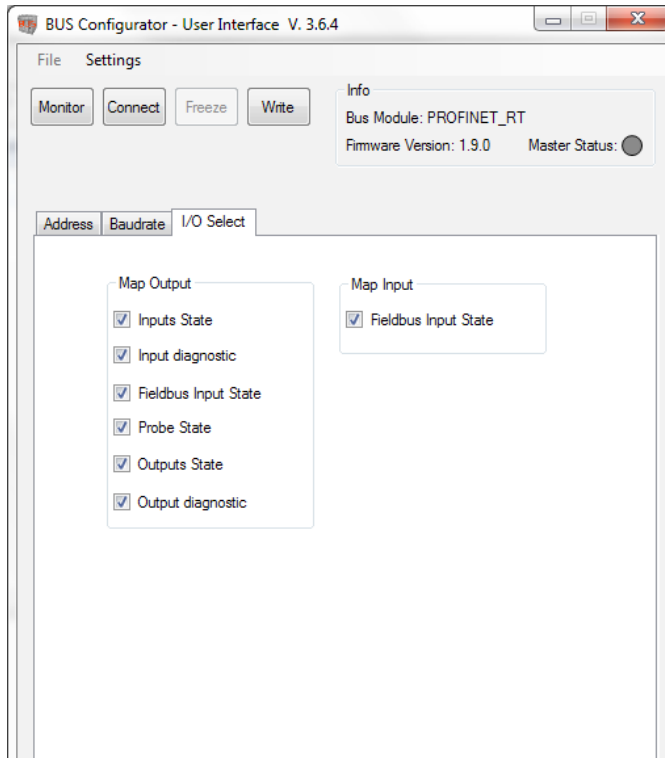

Bild 3: I/O Auswahl BUS Configurator
2. Öffnen Sie den BUS Configurator und wählen Sie die Registerkarte *I/O auswählen*. Aktivieren Sie alle Feldbus Ein- und Ausgänge in den Kontrollkästchen (Bild 3).